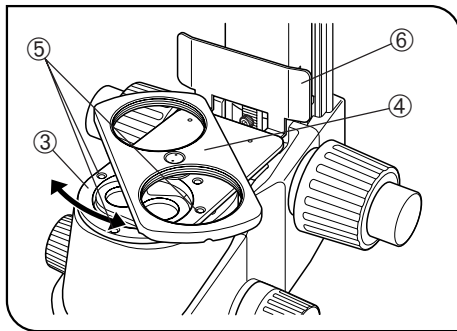

Abb. 28
4. Die Objektivrevolveraufnahme ③ (mit nach oben weisenden Objektivaufnahmen ④) an der Stelle aufsetzen, an der sich zuvor die Objektivaufnahme befunden hat, dabei die Schraubenbohrungen ausrichten.
Mit dem Sechskant-Schraubendreher (für M3-Schrauben) die Revolveraufnahme mit den mitgelieferten drei Feststellschrauben (M3, 6 mm lang) ⑤ befestigen. (Abb. 28)
★Die Revolveraufnahme beim Feststellen drehen, da sich die Schraubenbohrungen hinter den Objektivaufnahmen ④ befinden können. (Abb. 28)
6. Die beiden Objektivrevolveraufnahmen in die jeweiligen Objektivaufnahmen ④ einschrauben. (Abb. 28)